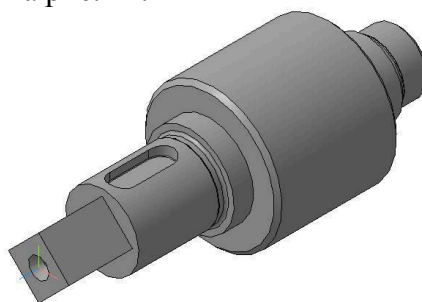

Рис. 11.
13. Нажмите кнопку *Создать объект*, система выполнит вырезание выдавливанием, как показано на рис. 11.